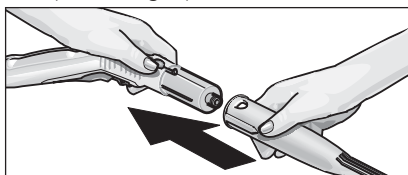

Fig. 2: Innesto dell'accessorio nella pistola vaporizzatrice
- Collegare l'accessorio desiderato (D1, E1, F1) alla pistola vaporizzatrice (C1). A tal fine infilare l'estremità tubolare dell'accessorio nella pistola vaporizzatrice (C1). Spingere poi l'accessorio nella pistola vaporizzatrice finché s'innesta il pulsante di sblocco (C2) della pistola vaporizzatrice (si veda fig. 2).